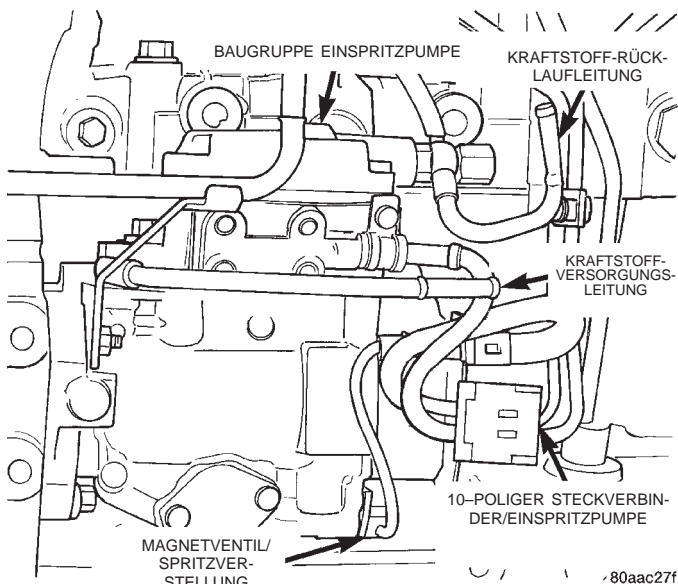

Abb. 33 Überströmventil und Kraftstoffabschalt-Magnetventil
(5) Die Kraftstoff-Rücklauf- und -Versorgungsschläuche aus Gummi von den Kraftstoffleitungen aus Metall an der Pumpe abziehen (Abb. 33).
(7) Den Steckverbinder der Einspritzpumpe von der Einspritzpumpe abziehen (Abb. 33).
(8) Den Motorhauptkabelbaum von den Glühkerzen abziehen.
(9) Die vier Hochdruck-Kraftstoffleitungen von der Einspritzpumpe demontieren. Ferner die Kraftstoff-